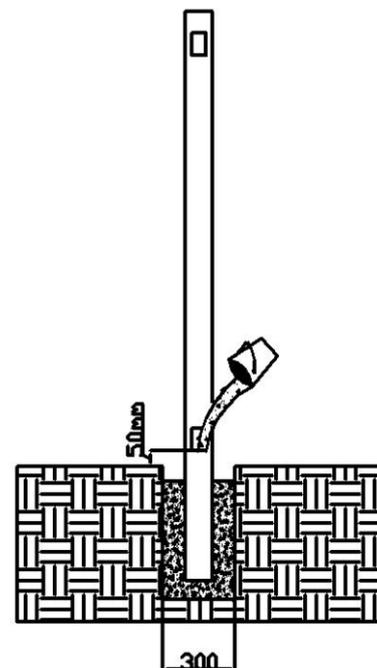

Abb. 3
- Gießen Sie Beton um den Abschlusspfosten herum bis 5 cm unter Bodenhöhe (Abb. 3). Wenn der Beton vollständig ausgehärtet ist (nach 28 Tagen), füllen Sie das Loch mit Erde auf.